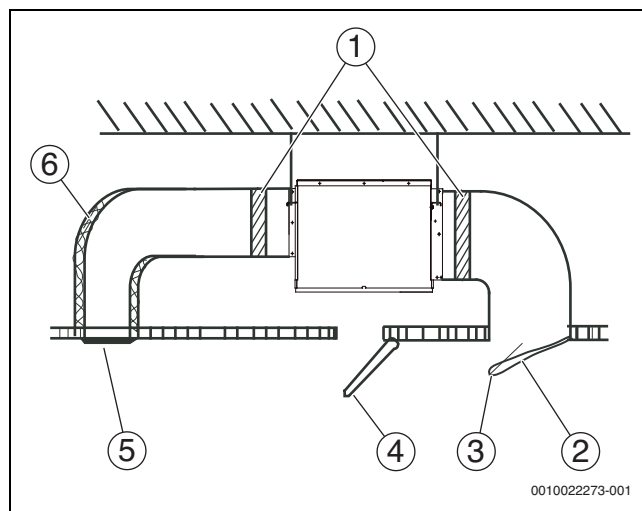
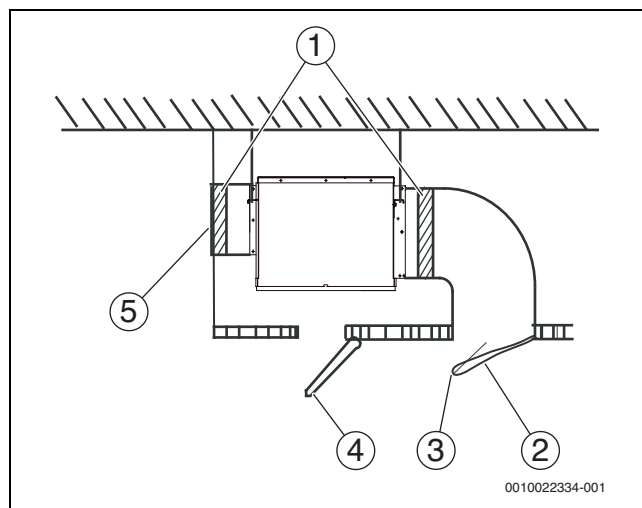

fig. 28 Njësi kanali me kërkesa për presion statik
fig. 29 Njësi kanali pa kërkesa për presion statik.
6. Lidhni kanalin e ajrit siç tregohet në Fig. 28 ose 29. Kërkohe përgatitja në vend për të gjithë komponentët përveç kondicionerit.
Legjenda Fig. 28 dhe Fig. 29: